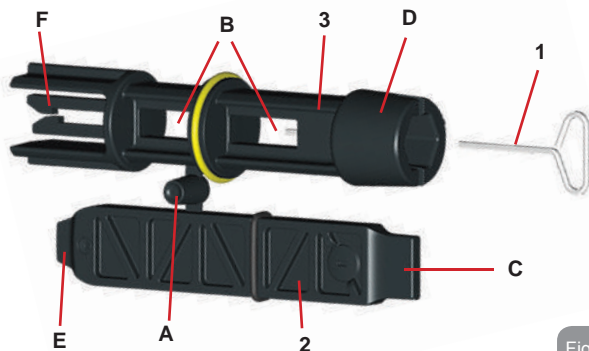

Figure 22
- 1 - clé en métal à section hexagonale (Fig.22 – 1);
- 2 - clé en plastique plate (Fig.22 – 2);
- 3 - clé en plastique cylindrique (Fig.22 – 3).
La clé « 1 » est insérée à l'extrémité « D » de la clé « 3 ». Lors de la première utilisation, séparer les clés en plastique « 2 » et « 3 », qui sont assemblées par un pont (Fig.22 – A):